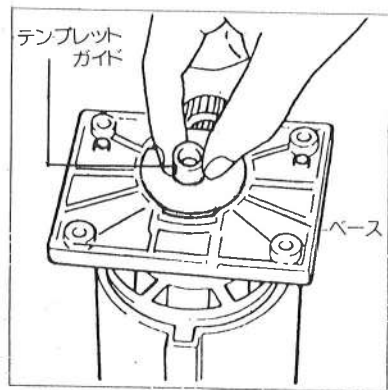

図21
- ベースとプレートの間にテンプレートガイドをはさみ、ネジで固定してください。(図21参照)